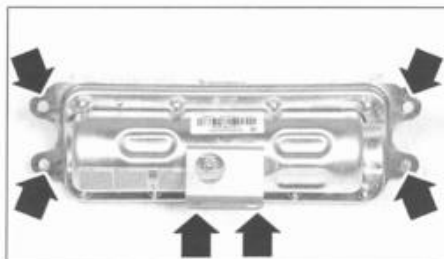

FIG. 10
- los 6 tornillos de fijación del módulo de airbag de pasajero (fig. 10).